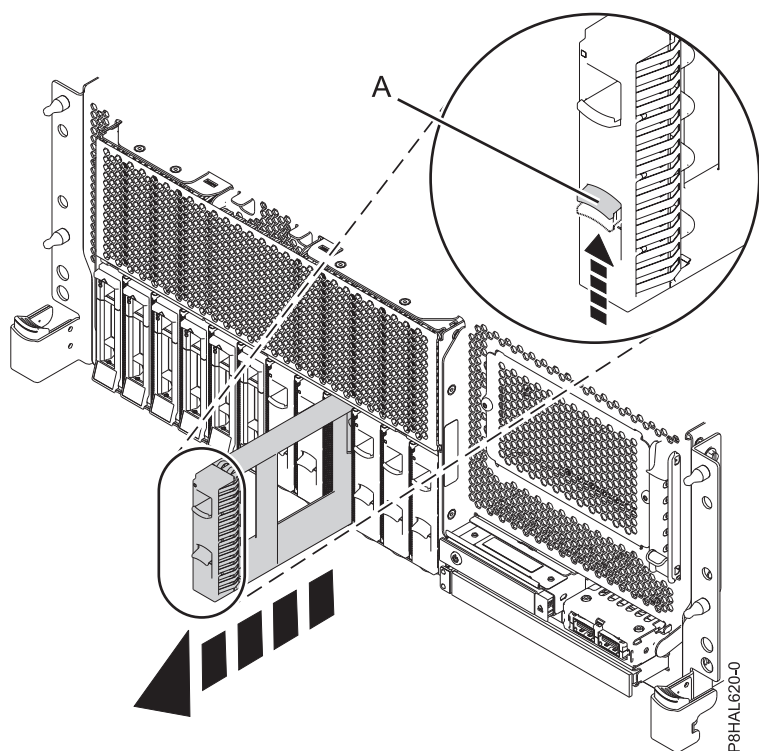

Figura 45. Extracció d'un panell de reblliment d'una unitat de disc d'un sistema de funció bàsica muntat en bastidor
- a. Empenyeu la peça de bloqueig (A) de la nansa del panell de reblliment en la direcció que es mostra a la Figura 45.